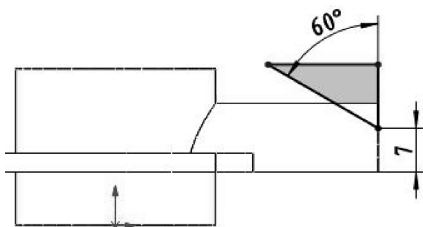

图 3-109 绘制草图
- 单击【拉伸切除】按钮, 选择前视基准平面作为草图平面, 进入草绘环境中, 绘制如图 3-109 所示的草图曲线。